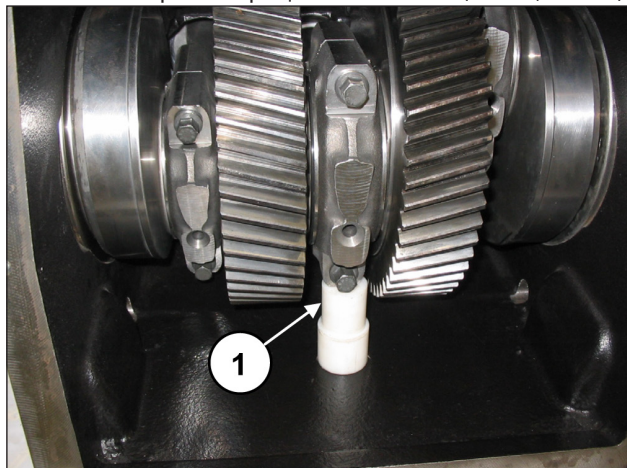

Рис. 85
Вставьте подставку под стержень центрального шатуна, чтобы заблокировать вращение коленвала (поз. ①, Рис. 85).